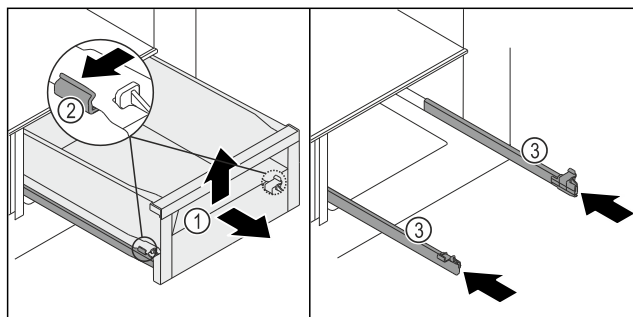

Fig. 94
- Estrarre il cassetto Fig. 94 (1) fino a battuta.
- Premere contemporaneamente e leggermente verso l'esterno il morsetto Fig. 94 (2) a sinistra e quello a destra sulle guide.
- Il cassetto Fig. 94 (1) si stacca dalle guide.
- Sollevare il cassetto Fig. 94 (1) anteriore.
- Estrarre il cassetto Fig. 94 (1) in avanti.
- Inserire le guide Fig. 94 (3).